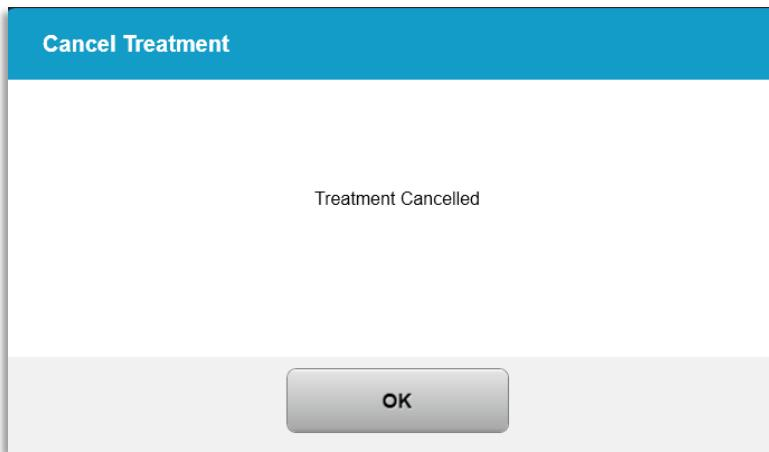

Bild 3-29. Bekräftelelse för avbruten behandling
- Om behandlingens avbrott har bekräftats visas meddelandet ”Behandling avbruten” (Treatment cancelled) på skärmen, vilket visas på bild 3-29.